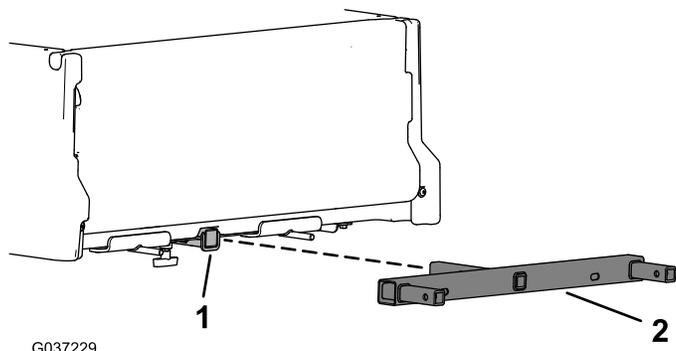

图6
6. 将垃圾桶框架插入机器接收管（图6）。
重要事项： 如图6所示，确保悬挂支架柱的槽与支柱对齐。